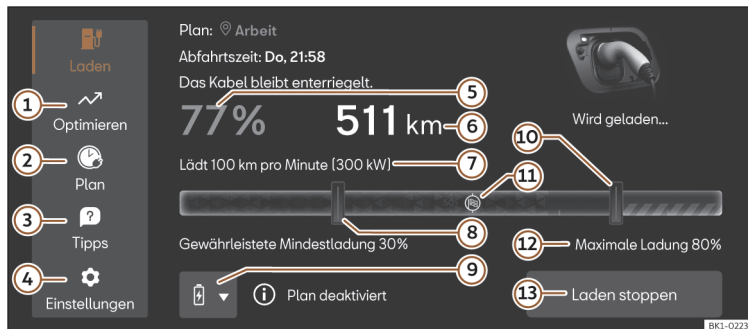

Abb. 63 Im Infotainment-System: Hauptmenü Laden.
2. Drücken Sie die Taste   >>> (Abb. 63).